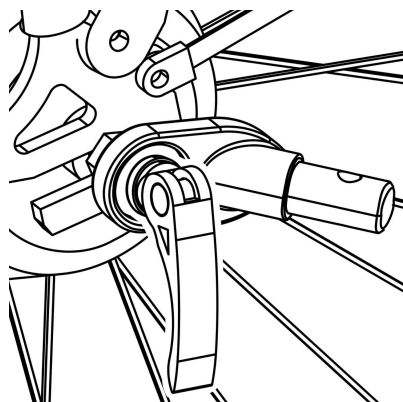

Figura 10
1. Eje de liberación rápida: Retire el mecanismo de liberación rápida del lado izquierdo del eje trasero de la bicicleta. Instale el enganche entre el cierre rápido y el marco. Apriete el cierre rápido siguiendo el manual del fabricante de la bicicleta. El enganche puede permanecer en la bicicleta cuando se retira el remolque (Figura 10).